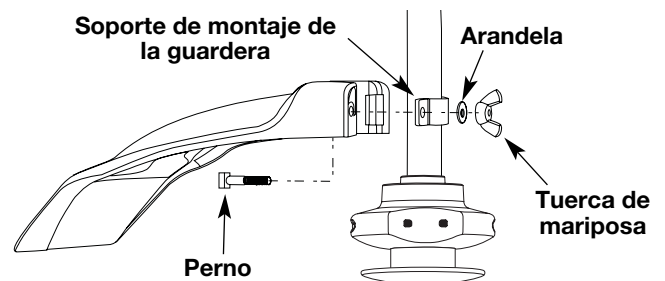

Fig. 5
2. Desde el interior del protector del accesorio de corte, empuje el perno cuadrado a través del orificio hasta que el extremo con roscas sobresalga a través del soporte de montaje de la guardera (Fig. 5).